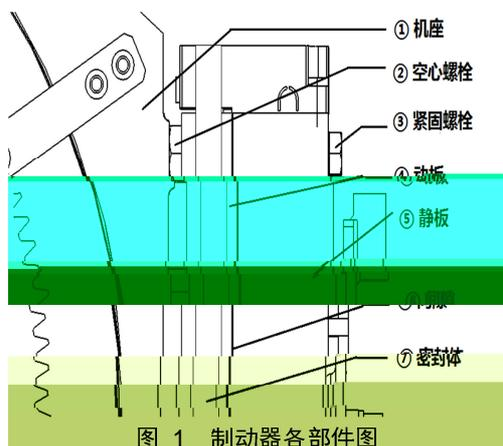
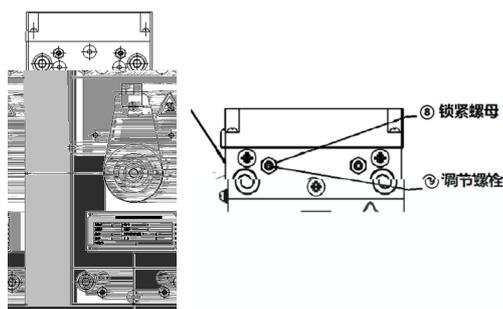
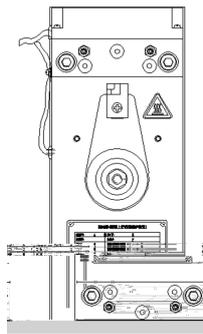

图 1 制动器各部件图
图 2 制动器外观 1 及降噪机构(选配)
图 3 制动器外观 2
通过调整制动器间隙⑥ (P1 图 1/P1
图 2), 从而调整制动器刹车片与转子的间隙。制动器动板④与 板⑤间通过 4 个空心螺栓②连接, 制动器通过 4 个紧固螺栓③安装并固定于机座①上 (紧固螺栓穿过空心螺栓)。通过调节空心螺栓及紧固螺栓来调节制动器间隙⑥, 制动器间隙由密封体⑦进行保护, 制动器噪音由锁紧螺母⑧ 调节螺栓⑨控制。但如(P2 图 3)所示外观制动器时不需对⑧ ⑨进行调节, 其他调节方式同 (P1 图 1) 所示制动器
(P1 图 1/P1
以上步骤完成（P2 图 3）中单只制动器的间隙调节；